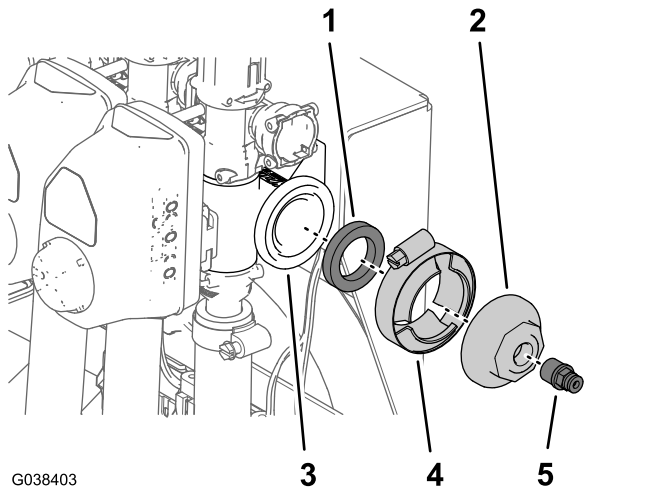

Figura 87
1. Rimuovete il morsetto flangiato che fissa la guarnizione e il tappo terminale alla flangia della valvola di irrorazione di destra (Figura 87).
2. Rimuovete l'accoppiatore per tubo dal foro del tappo terminale (Figura 87).